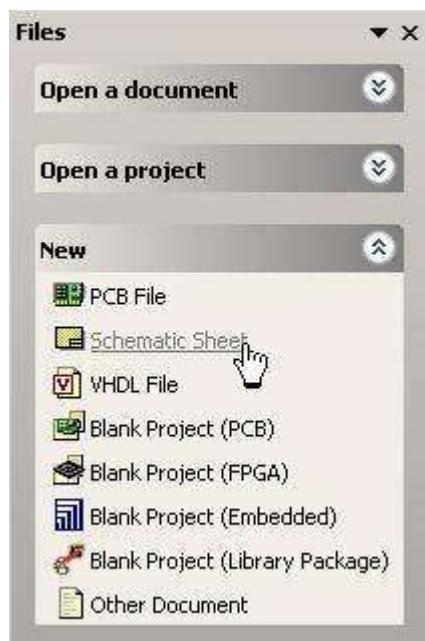

Рисунок 5 – Создание нового листа схемы
1. Выполните команду меню File | New | Schematic или щелкните мышкой на опции Schematic Sheet в секции New панели управления Files (рисунок 5). На рабочем столе системы Protel DXP появится пустой лист принципиальной схемы с именем по умолчанию Sheet1.SchDoc, который автоматически будет добавлен в наш проект. На вкладке Projects новый лист схемы будет отображаться в категории Schematic Sheets под именем проекта.